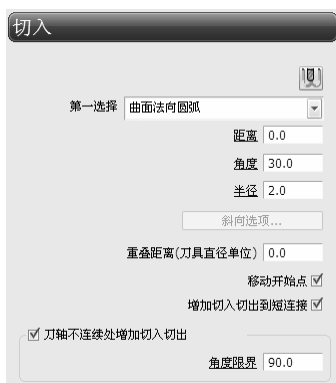

图 3-171 “切入”选项卡
1) 选择“切入”选项，选择“曲面法向圆弧”切入方式，设置“距离”为 0.0，“角度”为 30.0，“半径”为 2.0，如图 3-171 所示。